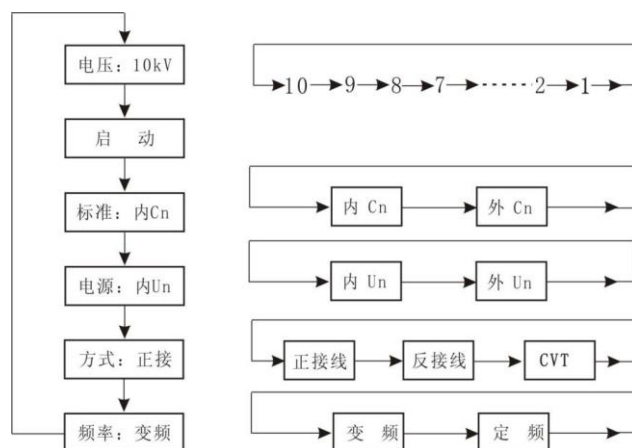

图 21 光标移动流程图 图 22 菜单内容选择
(1) 按“**功能**”键可移动光标至各菜单项，并循环指示。被选中项反白字体显示。选择键的流程见图 21 所示。